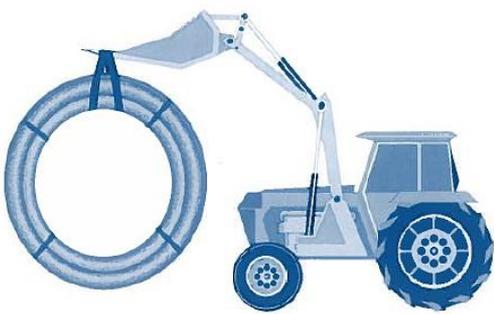
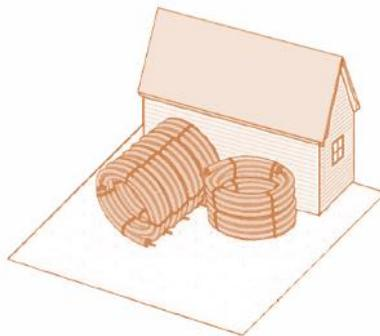

Fig.1
Fig. 2
- Lors du déplacement et du stockage, utiliser des sangles textiles ou nylon, et protéger les fourches des engins élévateurs afin d'éviter tout endommagement des tubes extérieurs (figure 1),
- Éviter impérativement toute salissure et toute exposition directe aux rayons ultraviolets (UV) des extrémités des tubes en polybutène (tubes gris), de toute pièce en polybutène et des pièces préfabriquées.
- Ne jamais superposer plus de deux couronnes de tubes (fig.2),